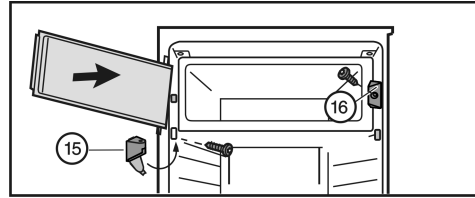

Fig. 7
- ▶ Monte la pieza de cierre Fig. 7 (16).
- ▶ Monte el soporte de cojinete Fig. 7 (15) y cierre la cubierta.